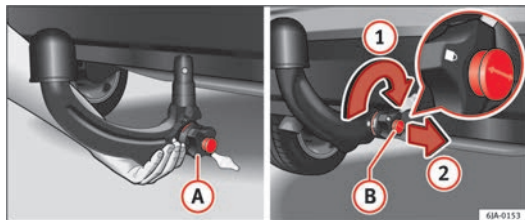

Abb. 117 Einsetzen der Kugelkopfstange / Verschließen des Schlosses und Abziehen des Schlüssels
- Halten Sie die Kugelkopfstange von unten ⇒ Abb. 117 und führen Sie diese bis zum Anschlag in die Klemmbuchse ein, bis sie hörbar einrastet ⇒ ⚠.